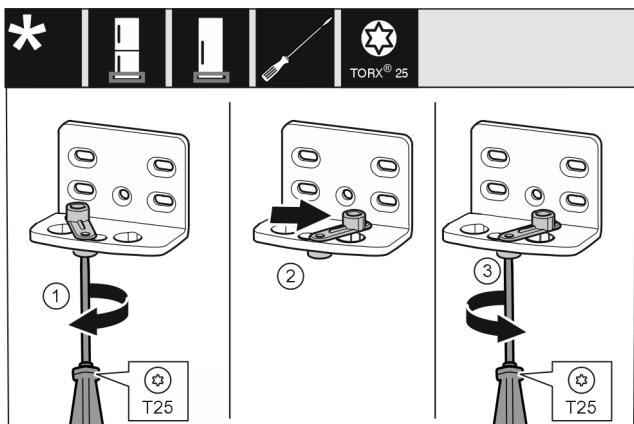

Fig. 12
- Βιδώστε πρόχειρα τη βίδα με κατσαβίδι T25. Fig. 12 (1)
- Ανασηκώστε το βοήθημα κλεισίματος πόρτας και περιστρέψτε 90° προς τα δεξιά στην τρύπα. Fig. 12 (2)
- Σφίξτε τη βίδα με κατσαβίδι T25. Fig. 12 (3)